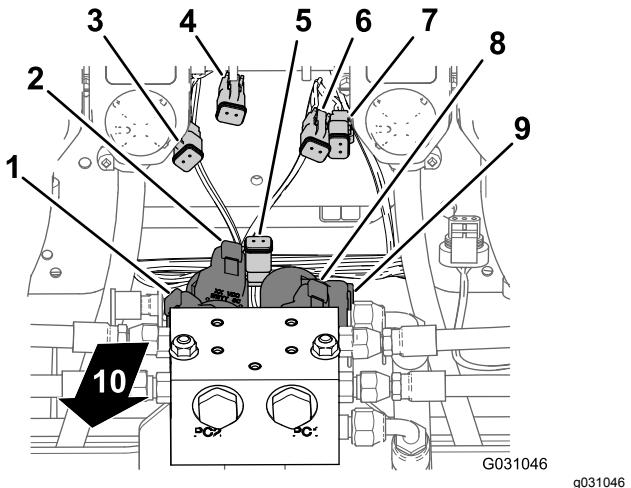
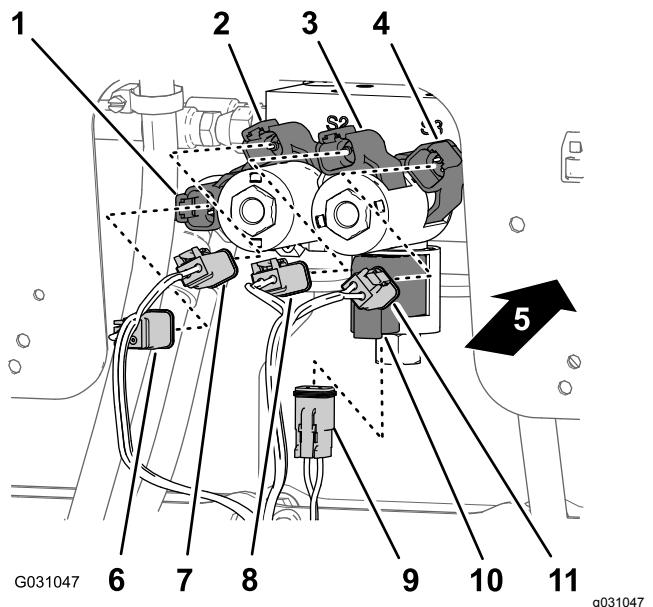

Figura 111
Figura 112
1. En la parte inferior del distribuidor de los cilindros de elevación, conecte el conector hembra de 2 vías del arnés de cables trasero etiquetado **Enable Solenoid** (Solenoid de activación) al conector de 2 pines del solenoide de activación (Figura 111 y Figura 112).
2. En el solenoide de bajada derecho, conecte el conector hembra de 2 vías del arnés de cables trasero etiquetado **Right Down** al conector de 2 pines del solenoide de bajada derecho (Figura 111 y Figura 112).
3. En el solenoide de subida derecho, conecte el conector hembra de 2 vías del arnés de cables trasero etiquetado **Right Up** al conector de 2 pines del solenoide de subida derecho (Figura 111 y Figura 112).
4. En el solenoide de bajada izquierdo, conecte el conector hembra de 2 vías del arnés de cables trasero etiquetado **Left Down** al conector de 2 pines del solenoide de bajada izquierdo (Figura 111 y Figura 112).